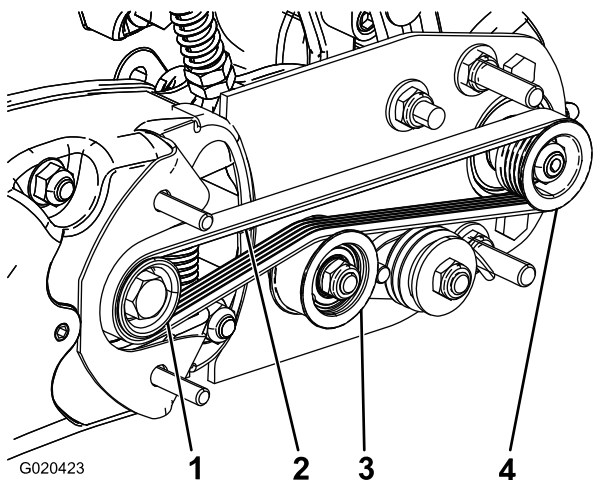

Bild 11
- Verlegen Sie den Riemen um die Antriebsscheibe und dann über die Oberseite der Spannscheibe (Bild 11).